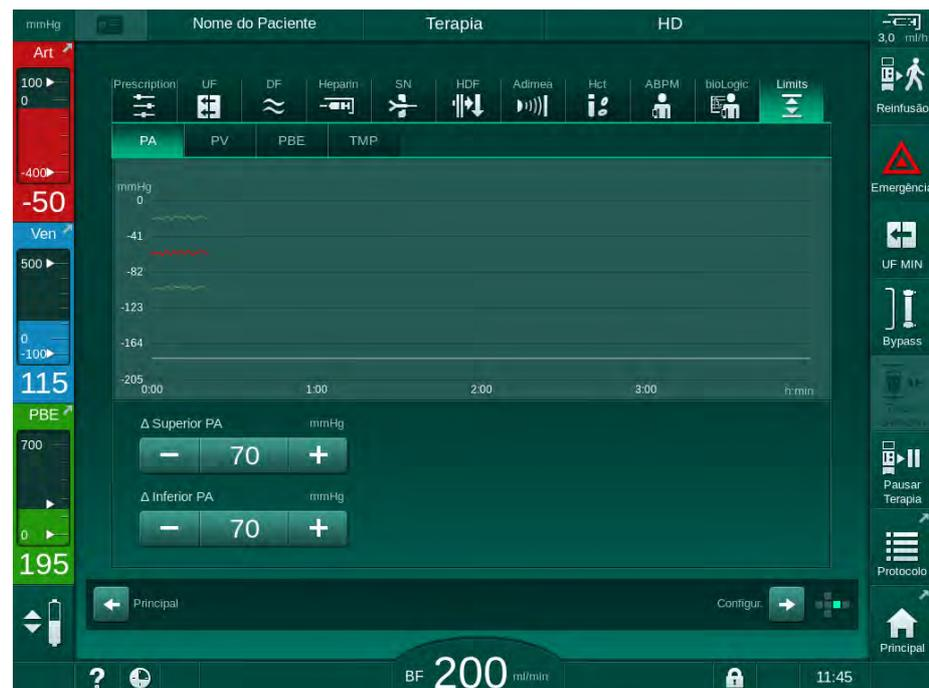
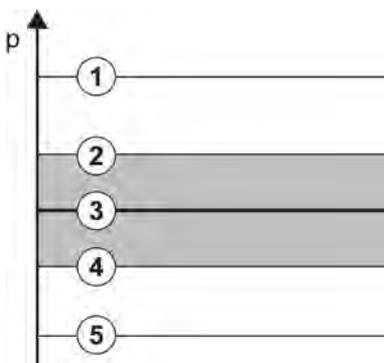

Fig. 5-21 Exemplo para limites de pressão na tela *Entrada*
Fig. 5-22 Limites de pressão
As pressões são monitorizadas utilizando janelas de limites (área cinza em Fig. 5-22) as quais são definidas através das respectivas distâncias entre o valor atual ③ e os limites inferiores ④ e superiores ② (valores delta mín./máx.). O total dessas duas distâncias fornece a amplitude da janela de limite, isto é, no exemplo, em Fig. 5-21: 70 + 70 = 140 (mmHg).